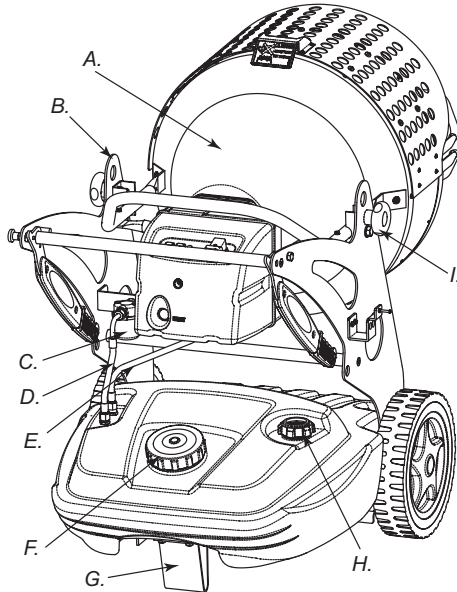

Figura 3 – Model XL9, vederea din spate.
Înainte de pornirea încălzitorului sau după golirea completă a conductei de alimentare cu combustibil alimentarea cu combustibil a duzei scade și atunci se va porni dispozitivul de siguranță al flăcării (vezi punctul APARATURA DE PROTECȚIE) iar încălzitorul se va opri. În acest caz trebuie să așteptați aproximativ un minut, iar apoi să apăsați butonul de repornire (D din figura 3) și să porniți încălzitorul.
2. Apăsați butonul de repornire (D din figura 3).
Mutați comutatorul (B din figura 3) în poziția oprit (O); de asemenea se poate opri termostatul sau dispozitivul de comandă (priza cu ceas), dacă vreunul dintre aceste dispozitive este conectat la încălzitor. Flacăra se va stinge, dar ventilatorul va funcționa în continuare, până la terminarea ciclului de ventilație ulterioară (de răcire).
- Scoateți arzătorul din camera de ardere (figura 3).